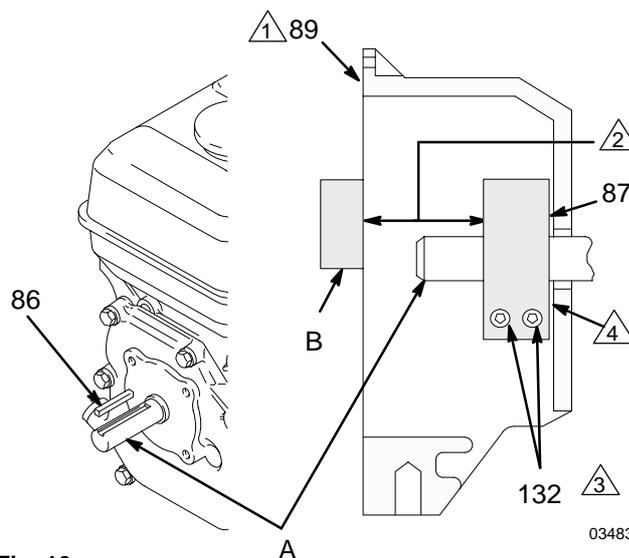

Fig. 10
1. Fig. 10. Afloje los dos tornillos (132) de la abrazadera (87).
2. Introduzca el destornillador en la ranura de la abrazadera (87) y saque ésta.
1. Fig. 10. Instale la chaveta del eje del motor (86).
2. Golpee la abrazadera (87) del eje del motor (A) con un mazo de plástico.
3. Introduzca la abrazadera (87) en el eje del motor (A). Mantenga la distancia mostrada en la nota 2 de la Fig. 10. El lado biselado debe quedar dirigido hacia el motor.